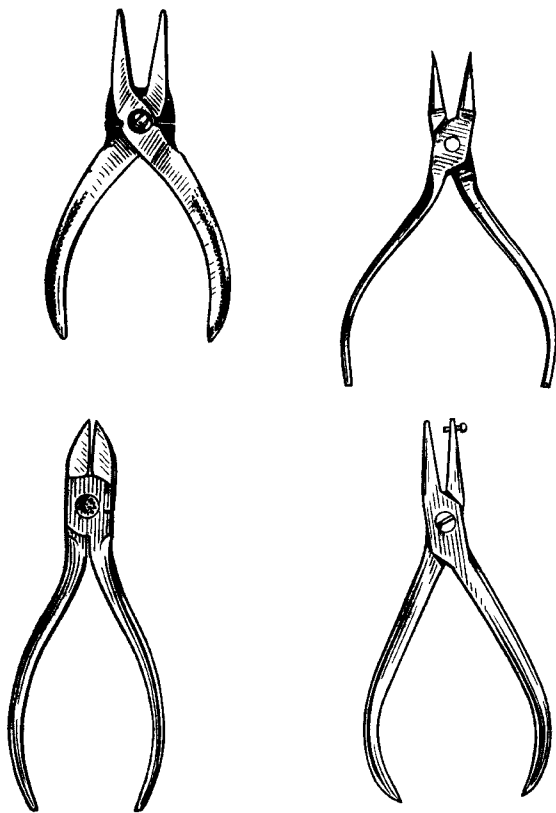

Рис. 21. Плоскогубцы с кусачками для струн, круглогубцы, кусачки для штифтовой проволоки и пломбир
Одиночные струны дольше обтягиваются на петлях, на них идет больше материала, но при обрыве выходит из строя лишь одна эта струна. Двойные струны дают некоторую экономию штифтов и струнного материала, но при обрыве выходят из строя сразу две ее части. Из оборванной двойной струны можно сделать одну одиночную. Для этого оставшуюся струну снимают с рамного штифта, кусачками отрезают после перегиба порванную часть, оставив 6—7 см для петли. Вокруг губки круглогубцев (см. рис. 21) делают три-четыре витка вокруг струны и отрезают остаток, оставляя кончик в 6-7 мм в одной плоскости с петлей. При посадке петли на рамный штифт кончик должен всегда находиться снизу струны, чтобы при тенденции к разворачиванию он упирался в раму (или сукно), иначе он станет раскручиваться, и струна сорвется или же не будет держать строя. Струну укладывают на штеговые штифты так, чтобы она огибала штифты.
6) Кусачки для струн, кусачки для латунной штифтовальной проволоки, круглогубцы для создания петли у струны, плоскогубцы (лучше такой ширины, чтобы можно было прижимать капсульное сукно клавиатуры), плоскогубцы, в верхнюю губу которых ввинчен винт для пломбирования свинцовых пломб (см. рис. 21).
**Ремонт молоточков и демпферов.** Звуковые качества инструментов очень часто зависят от молоточков. Почти у всех старых инструментов они становятся легче не только вследствие износа, но и из-за усыхания дерева и фильца. То же происходит и с демпферами. Их следует утяжелить пломбированием свинцовой дробью или картечью. Дробь № 5 имеет вес 0,17 г, дробь № 4 — 0,22 г, дробь № 3 — 0,26 г, дробь № 2 — 0,32 г. Практика показала, что можно употреблять и более крупную дробь. Шкуркой следует придать грушевидную форму молоточку (снимая как можно меньше фильца), что дает ему упругость, уничтожает борозды и т. д. Верхний регистр или все молотки можно оклеить обработанной наждаком с глянцевой стороны кожей, что немного смягчит, ухаживает тембр, но сохранит молотки на многие годы. Отверстие высверливается либо ниже, либо выше гаммерштиля в керне молоточка, и в него впрессовывается дробь специальным пломбиром (см. рис. 21). Свинцевание демпферов рояля картечью улучшает работу демпферов, скорость заглушения струн: вес клавиши и педали увеличивается. Слишком легкая педаль у рояля неприятна, ведь упругость нажатия педали целиком за-